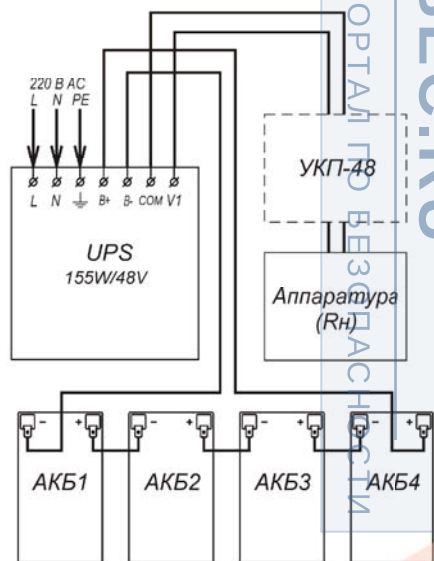
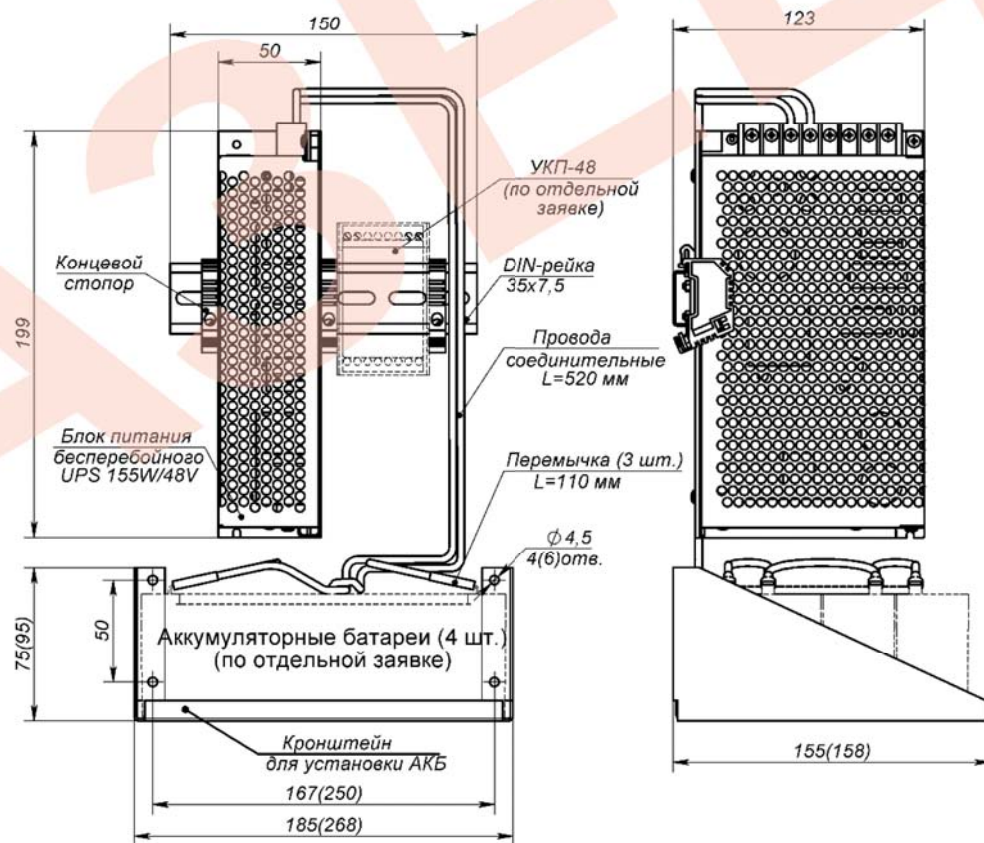

Рис.2 Схема электрическая принципиальная
Рис.1 Устройство, габаритные и установочные размеры
2. Установить аккумуляторные батареи на кронштейн (см. рис.1) и подключить их проводами соединительными к контактам +V и -V блока бесперебойного питания UPS 155W/48V, соблюдая полярность. Соединить аккумуляторы перемычками.
3. Подать трехпроводным кабелем напряжение питания 220В AC на соответствующие контакты блока питания, при этом фазный провод (L) соединить с контактом L, нулевой провод (N) с контактом N, а провод заземления соединить с контактом PE.
12. Габаритные размеры	см. рис.1
Устройство изделия приведено на рис.1, схема подключения на рис.2.
Подключение цепей изделий производится в соответствии со схемой электрической принципиальной (рис.2). Для подключения необходимо: